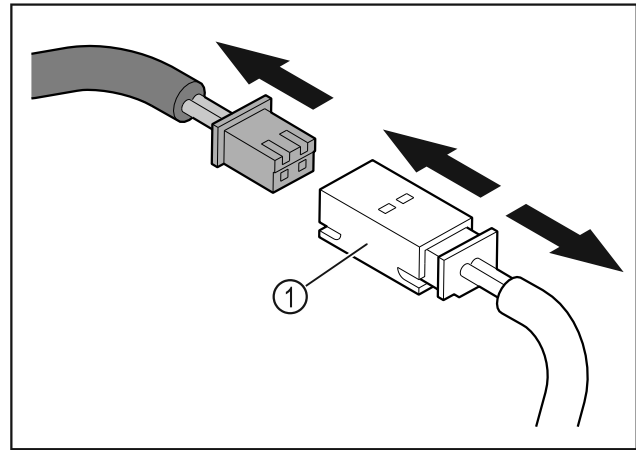

Fig. 13
- Stekker en stekkerkoppeling Fig. 13 (1) losmaken.